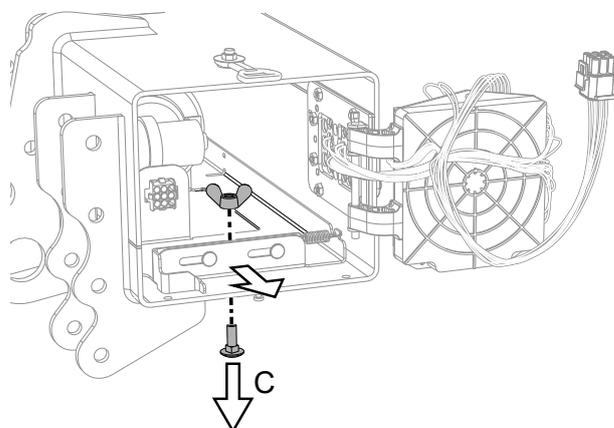
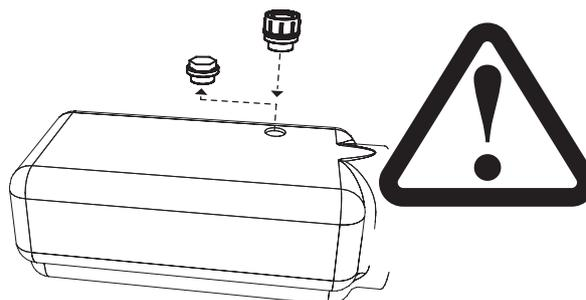

Figura 21. Liberación del grupo hidráulico
Figura 22. Si corresponde, reemplazar el tapón de transporte por el tapón de depósito ordinario.
4. Liberar el grupo hidráulico, para ello aflojar la tuerca de mariposa y el tornillo correspondiente (C), véase Figura 21 y retirar el grupo hidráulico hasta que la tapa del depósito sea accesible, véase Figura 22.